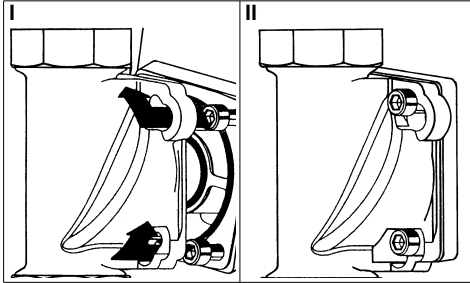

Fig. 3 : Bride rotative avec baïonnette
- Placer les têtes quatre vis de bride M8x30 au travers des alésages à baïonnette de la bride rotative (cf. fig. 3 I).
- Tourner le filtre dans le sens des aiguilles d'une montre jusqu'à la butée (cf. fig. 3 II).